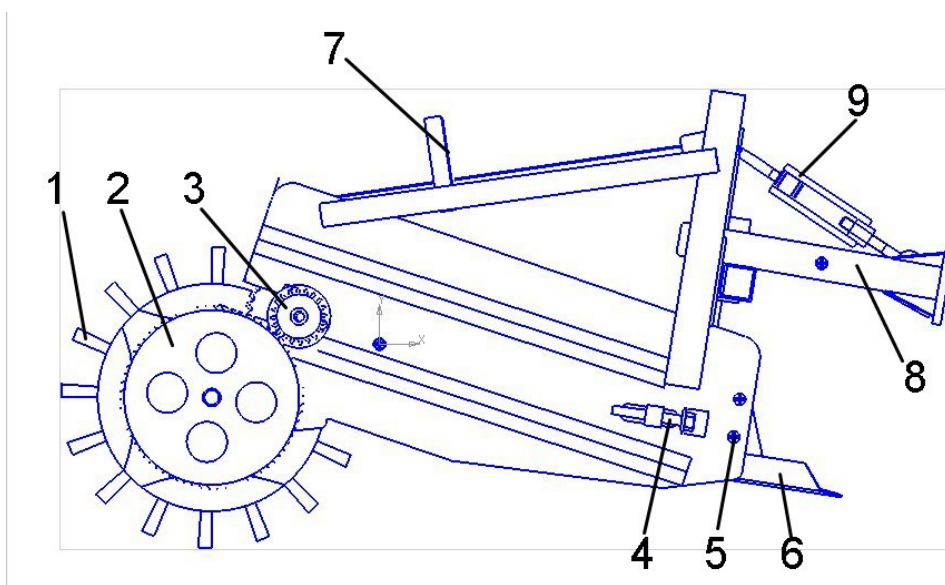

Рисунок 1 – Основные узлы картофелекопателя КМ-4
Регулировка глубины хода лемеха осуществляется при помощи регулировочного винта (поз.5, рис. 1) . Для регулировки винт необходимо ослабить, перевести лемех в желаемое положение, и затянуть регулировочный винт. Так-же на величину заглубления картофелекопалки влияет общий угол наклона картофелекопалки. Для его изменения необходимо произвести регулировку сцепки с помощью талрепа (поз.9, рис. 1). Раскручивание талрепа приведет к уменьшению общего угла атаки, закручивание – к увеличению общего угла атаки картофелекопалки.
Привод транспортера осуществляется по средствам зубчатой передачи от оси грунтозацепов (поз.1, рис. 1) к ведущей оси транспортера.
1) Сцепку картофелекопателя (поз.8, рис. 1) перевести из транспортировочного положения в рабочее, для этого необходимо ослабить болты крепления сцепки, и повернуть сцепку на 180° таким образом, чтобы крайняя точка сцепки выступала за габариты картофелекопалки. После этого необходимо затянуть болты крепления.
5) Плавность хода транспортера и его степень натяжения регулируется с помощью болтов-натяжителей (поз.4, рис. 1) ведомой оси транспортера.
При необходимости, для улучшения заглубления, навесить на трубки крепления грузов (поз.7, рис. 1) утяжелители массой от 10 до 25 кг.
Подрезанный лемехом пласт грядки поступает на транспортер машины. На транспортере пласт подвергается крошению и просеиванию между прутками за счет вращательных колебаний осуществляемых приводом ведущего вала. Не просеявшиеся комки (диаметр более 25мм) почвы, клубни картофеля и ботва выбрасываются на поверхность поля по следу машины. С помощью грунтозацепов 1 (рис. 1) картофелекопатель перемещается копируя рельеф поля, а также происходит передача крутящего момента на вал транспортера.